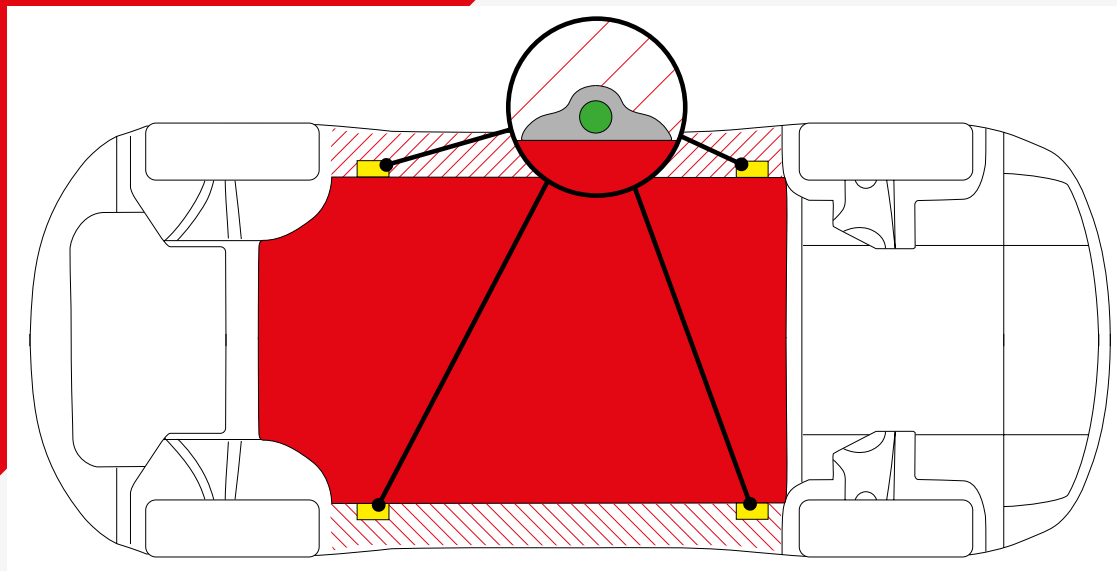

Abbildung 2
2. Abb. 2: Suchen Sie die entsprechenden Anbockpunkte am Fahrzeug (gelb markiert). Stellen Sie sicher, dass alle Punkte frei von Schmutz sind und setzen Sie die Adapter 173025 ein (grün markiert). Positionieren Sie die Hubaromauflagen unter den Adaptern, um Beschädigungen im Bereich der Hochspannungsbatterie (rot markiert) zu vermeiden.